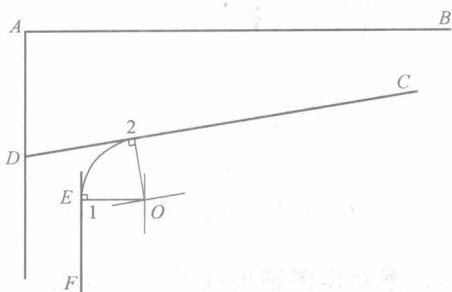

图 1-10 工字钢图形的绘制 (四)
3) 画连接弧。以 O 为圆心, $O1$ 或 $O2$ 长为半径, 作圆弧 12 把 DC 、 EF 连接起来, 这个圆弧即为所求连接弧, 如图 1-10 所示。
(4) 作 $R3.3\text{mm}$ 圆弧连接